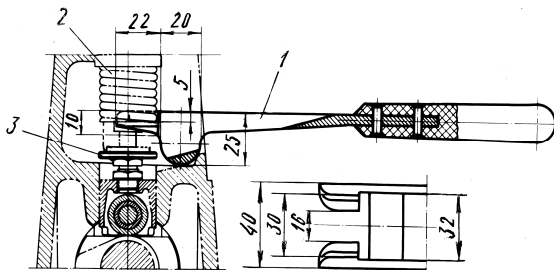
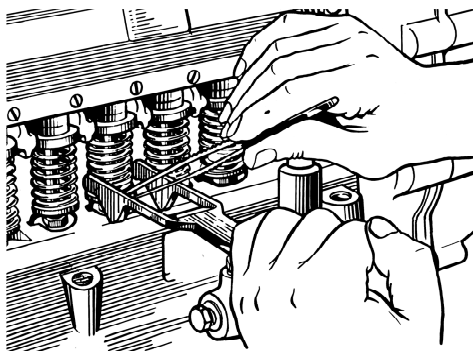

Рис. 91. Рычаг для снятия тарелки толкателя:
Рис. 92. Снятие тарелки толкателя
2. При помощи специального рычага (рис. 91) сжать пружину толкателя и извлечь нижнюю тарелку толкателя (рис. 92).